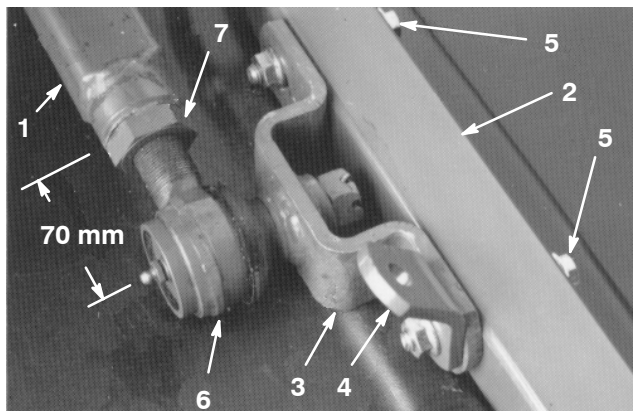

Fig. 6
1. Ta bort de två huvudskrivar, planbrickorna och flänsmuttrarna som håller fast det vänstra kullefsfästet och kedjefästet på den vänstra hjularmen (fig. 6). Ta bort kullefsfästet och kedjefästet.
2. Ta bort saxpinnen och kronmuttern som håller fast det vänstra kullefsfästet på traktorenhetens vänstra skjutarm. Montera kullefsfästet (som du tog bort från hjularmen) på skjutarmen med den kronmutter och saxpinne som du tog bort tidigare (fig. 6).
3. Mät avståndet från den vänstra skjutarmens ände till mitten på kullefsfästet (smörjnippel) (fig. 6). Avståndet ska vara 64 mm. Om avståndet är något annat än 64 mm, ska du lossa den kontramutter som håller fast kullefsfästet på skjutarmen och vrida kullefsfästet inåt eller utåt tills avståndet är korrekt (fig. 6). Dra inte åt kontramuttern ännu.